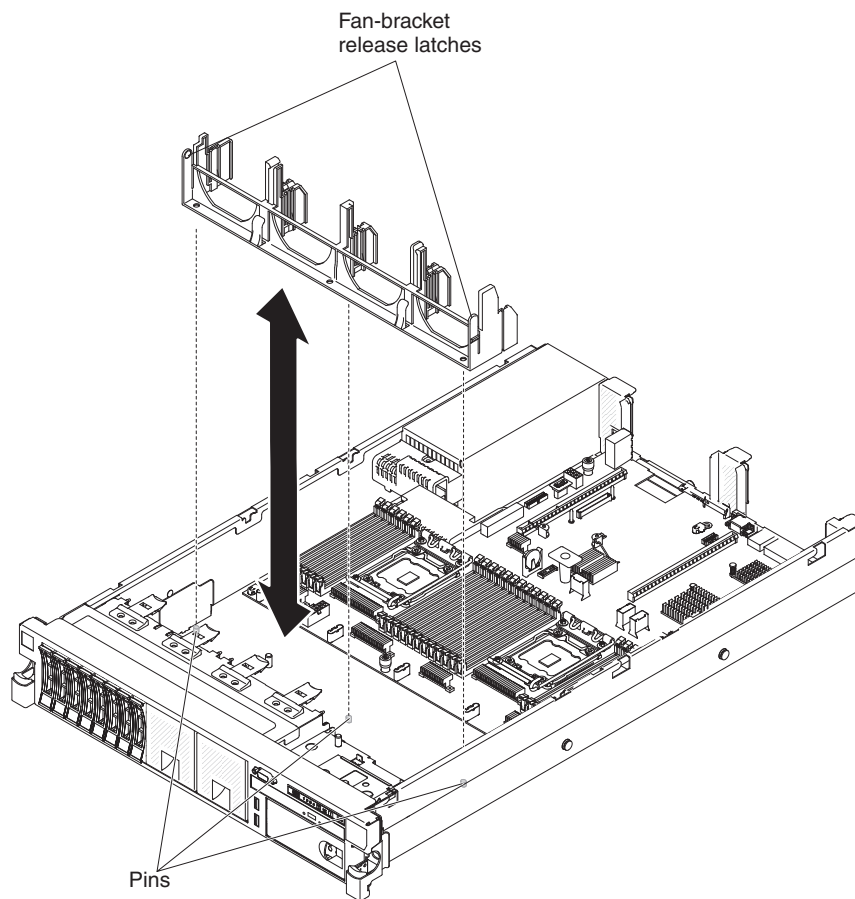

Figura 184. Substituindo o suporte do ventilador
1. Abaixe o suporte do ventilador no chassi, conforme mostrado na Figura 184 na página 229.